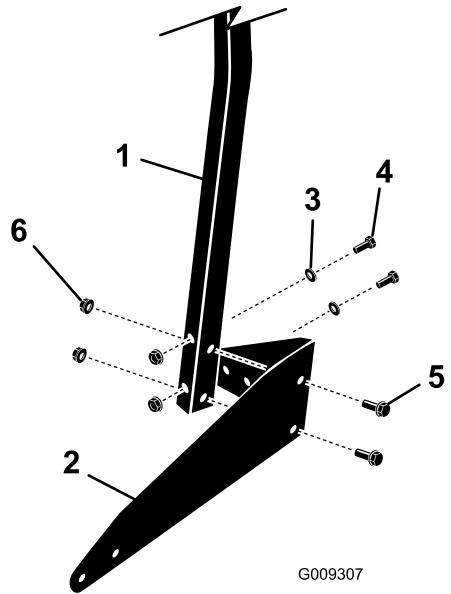

図2
- サポートブラケットを、後サポートチューブに取り付けるボルト5/16 x 2-3/4インチ4本、ボルト5/16 x 1-3/4インチ4本、平ワッシャ5/16インチ4枚、フランジナット5/16インチ8個を使用し、図2のように取り付ける。